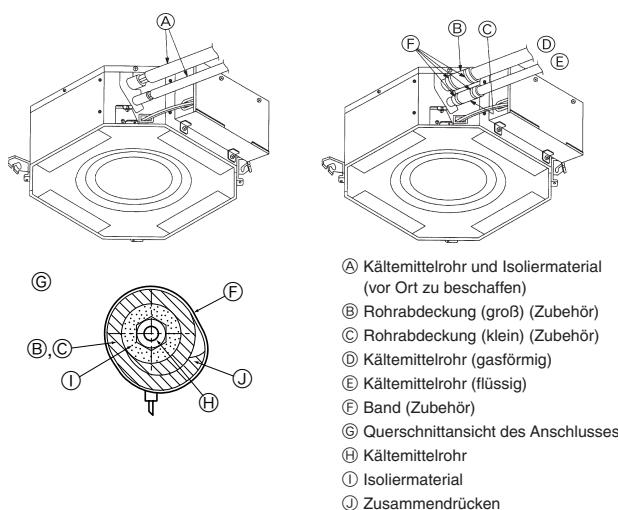

Fig. 3-3
⑨ Tragen Sie Kältemaschinenöl auf die gesamte Konusauflagefläche auf.
3.3. Innenanlage (Fig. 3-3)